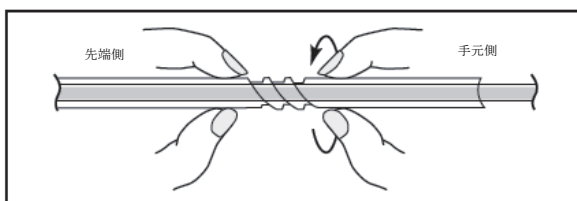

図 5: 反時計回りでツイストロックを解除する
3. ツイストロックを解除し（図 5）、コイルデリバリーワイヤをスムーズに途切れない動作で進めて本品をカテーテル内に移動させる。この操作は 2 名で行うのが最適である。1 人が RHV と 2 チップ・マイクロカテーテルのハブ内のイントロデューサシースをしっかりと固定させ、もう 1 人がイントロデューサシースをまっすぐ持ってコイルを進める。